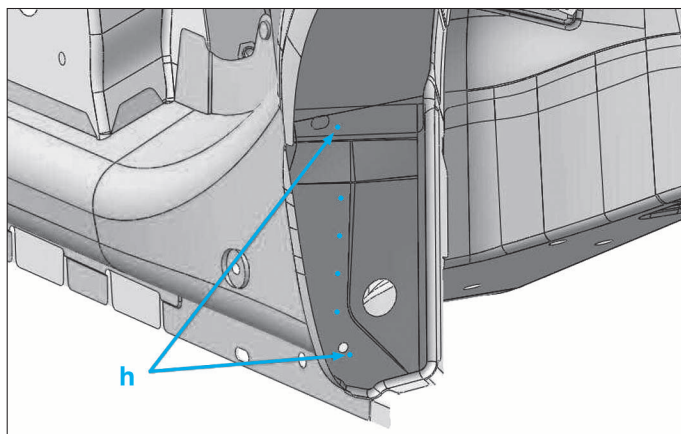

FIG. 75
- Fraiser les 6 points (h) puis déposer le renfort (Fig.75).
- des points 6 points (h) par bouchonnage au Mig (Fig.75).